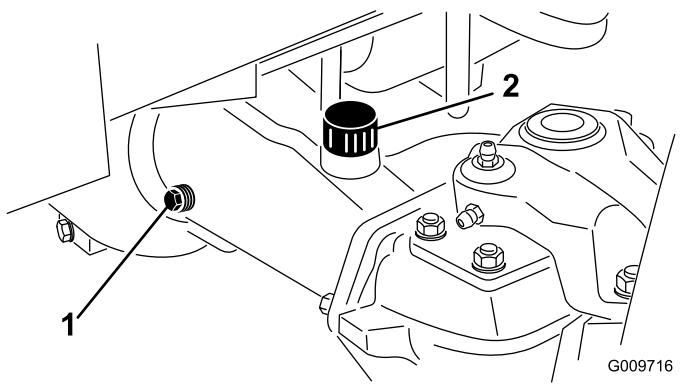

Рисунок 69
2. Снимите контрольную пробку с одного конца моста (Рисунок 69) и убедитесь, что масло доходит до низа отверстия. Если уровень низкий, снимите пробку заливного отверстия (Рисунок 69) и добавьте такое количество масла, чтобы довести его уровень до низа отверстия контрольных пробок.